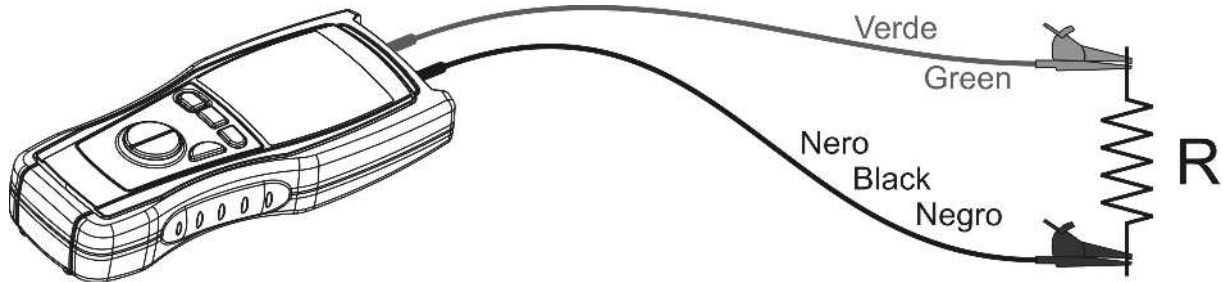

Abb. 4: Verbindung der Anschlüsse des Geräts bei einem Ω Test
5. Platzieren Sie die Prüfsonden an den gewünschten Punkten zu testenden Stromkreises (siehe Abbildung 4)